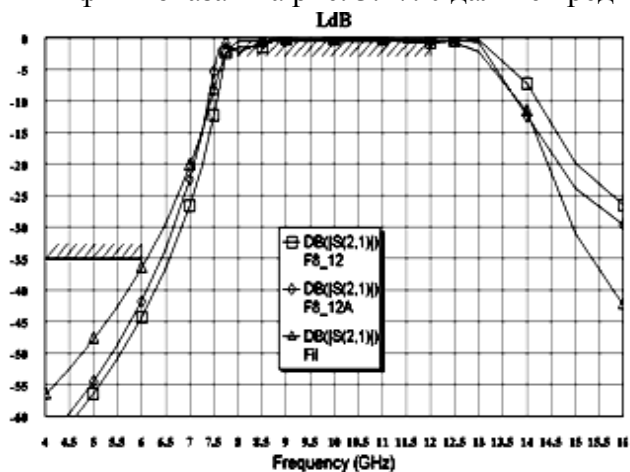

Рис. 3.16
9. Дважды щёлкните мышкой по первому верхнему шлейфу. Установите курсор на ромбик посередине верхней стороны шлейфа и сдвиньте эту сторону вниз на 0.25. Дважды щёлкните мышкой по первому нижнему шлейфу. Затем установите курсор на ромбик посередине нижней стороны шлейфа и сдвиньте эту сторону вверх на 0.25. Аналогично укоротите на 0.25 все шлейфы. Дважды щёлкните мышкой по верхнему заземляющему проводнику, установите курсор на ромбик посередине нижней стороны и сдвиньте эту сторону вниз на 0.25. Аналогично сдвиньте вверх на 0.25 верхнюю сторону нижнего заземляющего проводника. Выполните анализ, щёлкнув по значку **Analyze** на панели инструментов. Рассчитанный график показан на рис. 3.16. Характеристика несколько сдвинулась вверх по частоте, и выброс в низкочастотной части полосы пропускания уменьшился.